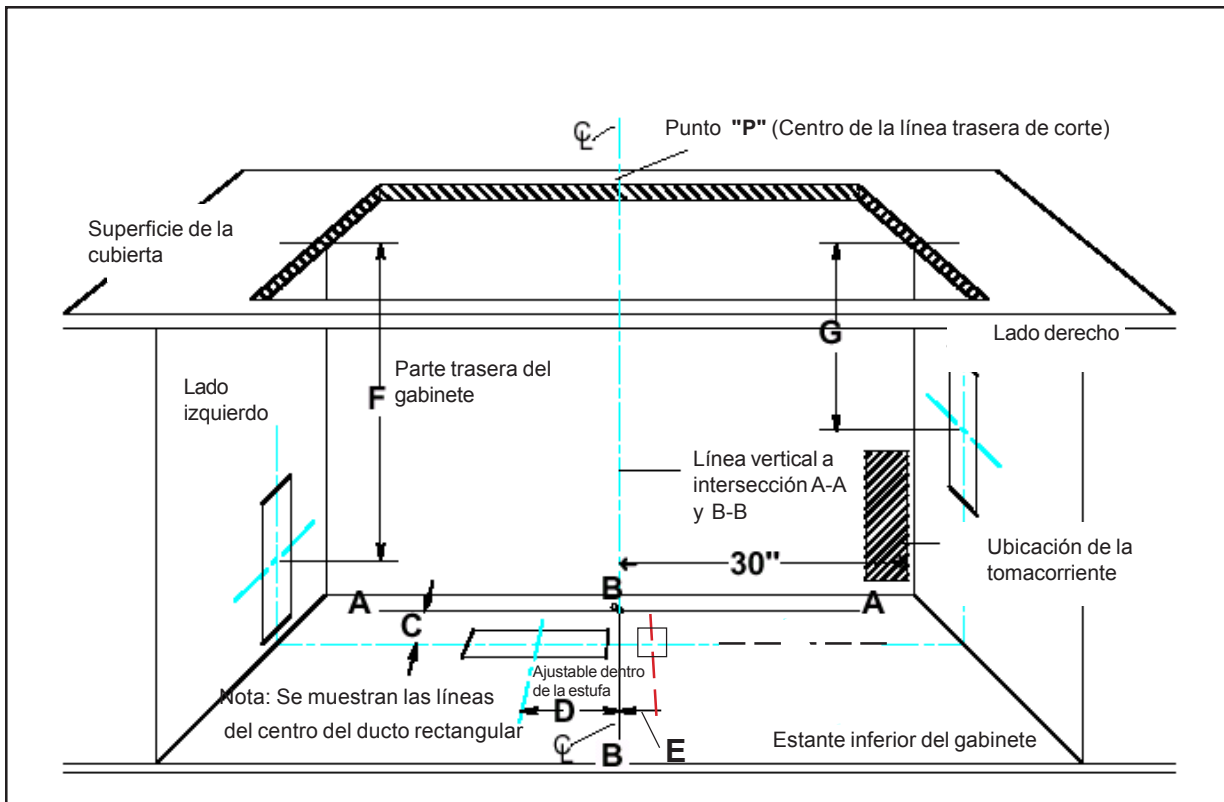

Figura 9: Cabinet Cutout for Ductwork
- Consultar la Figura 9. Establecer una línea vertical desde el punto "P" en el centro trasero del recorte de la cubierta. Marcar este punto en el fondo del gabinete abajo. Construir dos líneas de referencia a través de este punto: una debe quedar paralela al frente del gabinete y directamente abajo del recorte trasero de la cubierta (Línea A-A), y la otra (Línea B-B) debe quedar en ángulos rectos a A-A.
La tomacorriente debe quedar debajo de la cubierta, de modo que el cable de alimentación con longitud de 30 pulgadas (76 cm) de la ventilación la pueda alcanzar. Ver la Figura 9. Se debe enrutar el cable por debajo del aparato y lejos de calor generado por la parrilla. No se debe obstruir el acceso por el ventilador, el gabinete, el ducto o las líneas de alimentación eléctrica/gas para la parrilla. Toda la corriente para el sistema de ventilación (incluyendo el ventilador remoto, si se usa) es suministrada vía el cable a la unidad de toma. Generalmente se puede extender la tomacorriente desde otra tomacorriente en la cocina o puede tener su propio circuito del panel principal de servicio.